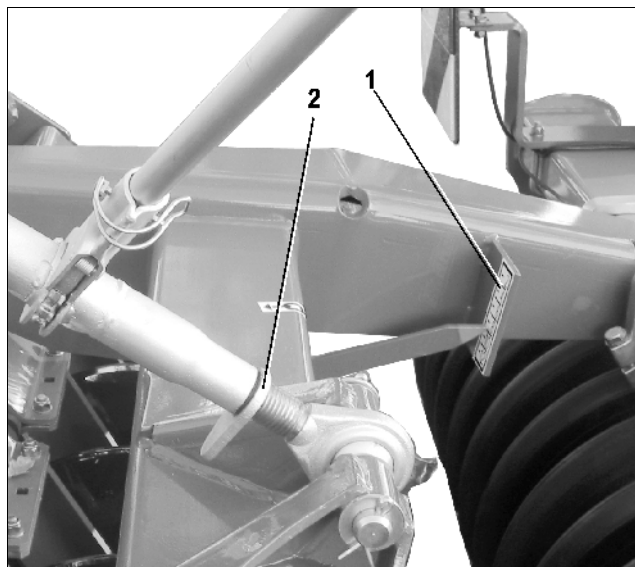

Fig. 16
- Kontrollera det inställda arbetsdjupet på skalan på gummikilsvalsens ram (Fig. 16/1) kontrollieren.
- Spärra vantskruvarna med kontringshandtaget (Fig. 16/2).